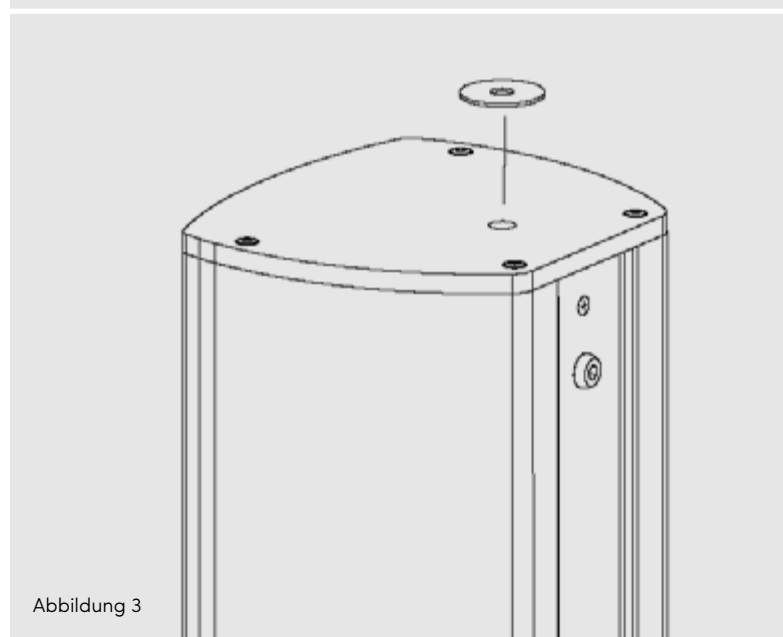

Abbildung 3
3. Je nach Oberfläche des Lautsprechers kann es sinnvoll sein, die mitgelieferten Gummischeiben um die Bohrungen in Deckel und Boden aufzukleben, um Kratzer in der Pulverbeschichtung zu verhindern. SIEHE ABBILDUNG 3.